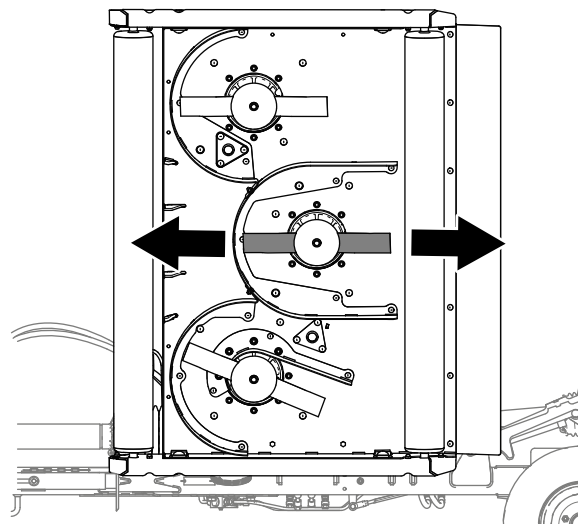

Figura 72
1. Para cada plataforma do cortador cuja inclinação esteja a ajustar, alinhe a lâmina do cortador central conforme se mostra na Figura 72.